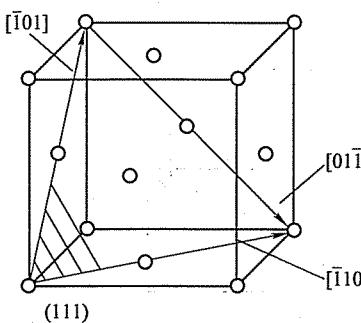

图 19-3 第四题解答图
铜是面心立方晶体，其单位晶胞如图 19-3 所示。
2. 面心立方晶体发生滑移的一个晶面 (111) 以及这个晶面上发生滑移的三个晶向 $[01\bar{1}]$ 、 $[\bar{1}10]$ 、 $[\bar{1}01]$ 如图 19-3 中所注。